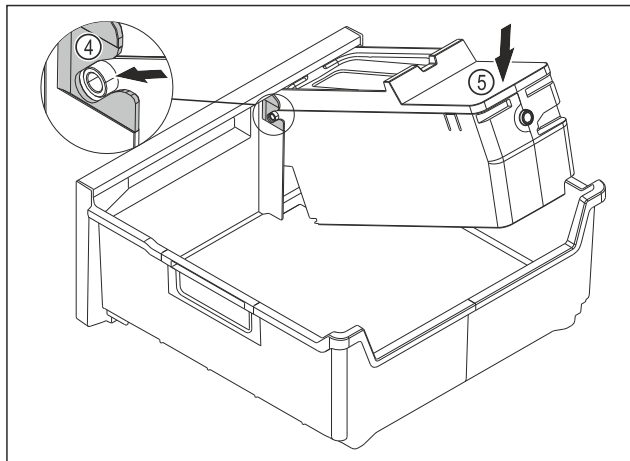

Fig. 140
- ▶ Monter hoveddelen til EasyTwist-Ice: Sett akselen til hoveddelen til EasyTwist-Ice inn i skinnene Fig. 140 (4).
- ▶ Trykk hoveddelen til EasyTwist-Ice Fig. 140 (5) bakover.